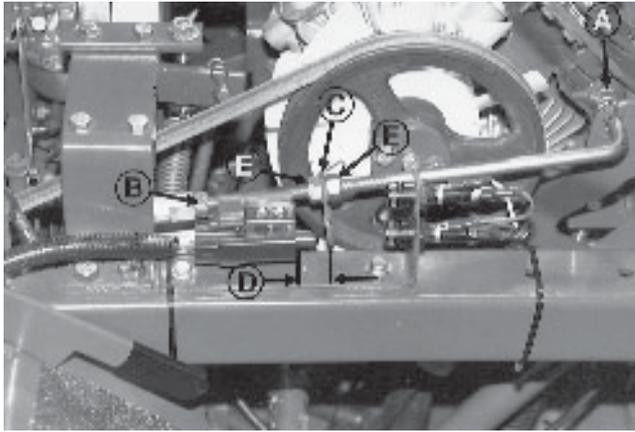
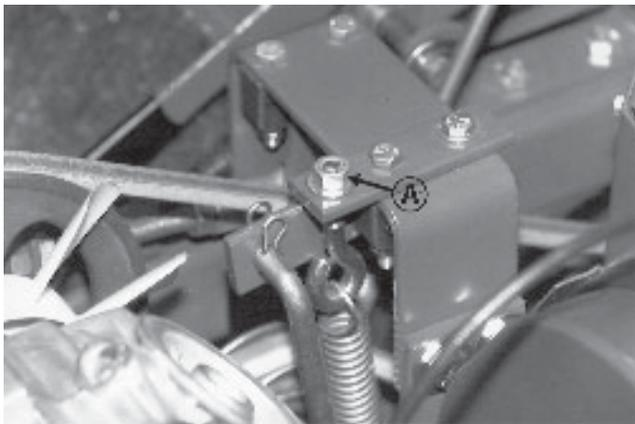

Fig.12
Fig.13
#### H - PTO ENGAGEMENT ROD - BELT TENSION (Fig.12)
#### I - PTO SWITCH (Fig.12)
#### J - PTO LEVER POSITION (Fig.12 & 13)
2. Disengage PTO. PTO lever should be pulled toward the operator until PTO belt stops and the handle remains in a rearward position. Adjust at "B" Figure 12, and at "A" Figure 13. This adjusts the over-center stop so PTO stays disengaged with the lever back.
#### H - KRACHTAFNEMER INSCHAKELSTANG - RIEMSPANNING (Afb.12)
#### I - KRACHTAFNEMER SCHAKELAAR (Afb. 12)
#### J - KRACHTAFNEMER HEFBOOM STAND (Afb.12 en 13)
2. De krachtafnemer loskoppelen. De hefboom van de krachtafnemer moet naar de operator worden toegetrokken tot de riem van de krachtafnemer stopt en de hefboom in de achteruitstand blijft staan. Afstellen bij "B" Afbeelding 12, en bij "A" Afbeelding 13. Hierdoor wordt de over-center aanslag zo afgesteld dat de krachtafnemer bij achteruitgetrokken hefboom ontkoppeld blijft.
#### H - TIGE D'ENGRENEMENT DE PRISE DE FORCE - TENSION DE COURROIE (Fig.12)
#### I - CONTACTEUR DE PRISE DE FORCE (Fig.12)
#### J - POSITION DU LEVIER DE PRISE DE FORCE (Fig.12 & 13)
2. Désengrenez la prise de force. Le levier de prise de force doit être tiré vers l'utilisateur, jusqu'à ce que la courroie de prise de force s'arrête et que la poignée reste en position arrière. Réglez au repère «B» Figure 12, et «A» Figure 13. Ceci permet de régler la butée de passage brusque pour que la prise de force reste désengrenée lorsque le levier est poussé.